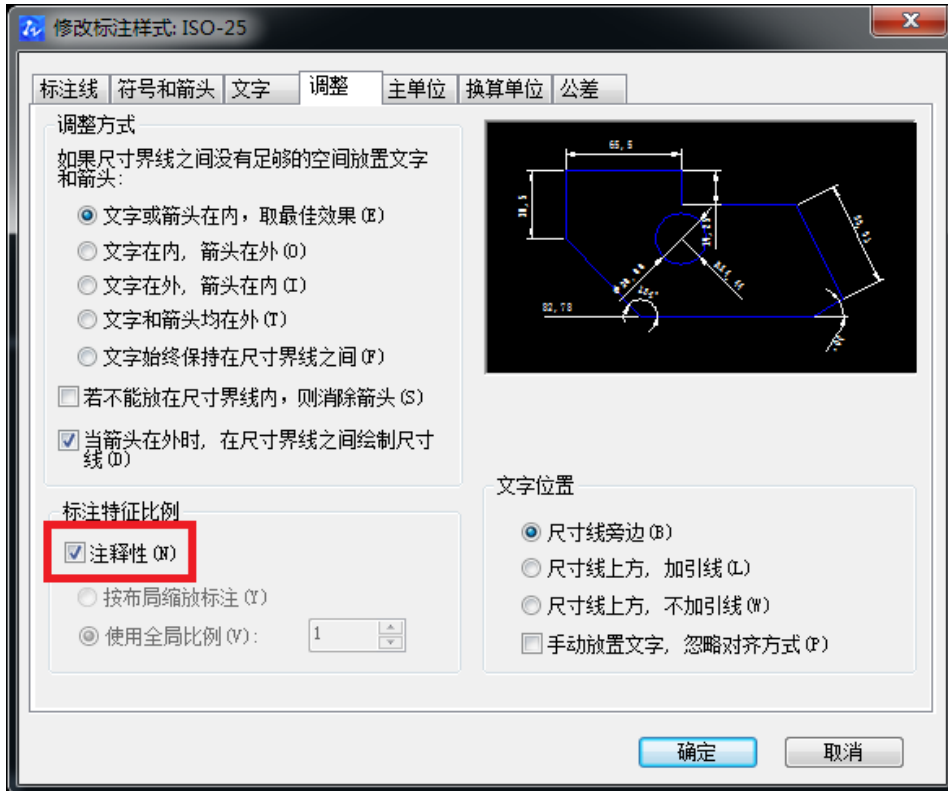

图 10-35 标注样式中可启动注释性
2) 执行 Dimstyle 命令，选择要修改的标准样式，然后点【修改】按钮，弹出“修改标注样式”对话框，勾选上“调整”——“标注特征比例”——“注释性”，再点【确定】，如图 10-35 所示，即用该标注样式创建的标注都具有注释性。